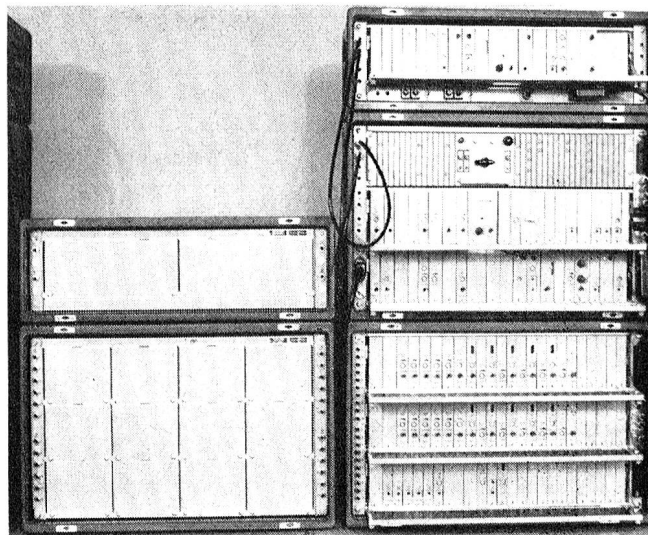

Fig. 1:
2. Das TF-Umsetzgerät 60/120 Kanal (Fig. 1)